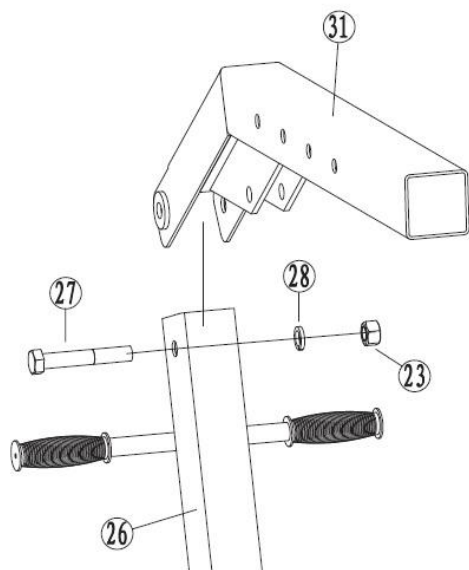

рис. 6
4.8. Установите стрелу (31) на опорную стойку (26) и зафиксируйте при помощи болтов (27), шайб (28) и гаек (23) - рис.6.